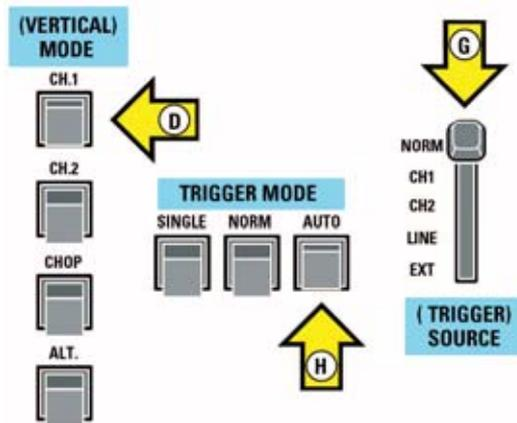

Fig.3 Hay que seleccionar CH1 en VERTICAL MODE (flecha D), AUTO en el selector TRIGGER MODE (flecha H) y NORMAL en el selector TRIGGER SOURCE (flecha G).
- Puesto que para esta medida normalmente se utiliza CH1 hay que presionar el pulsador CH1 de Vertical Mode (ver flecha D en la Fig.3).
- Poner el selector **Trigger Source** en la posición **Normal** (ver flecha **G** en la Fig.3).
- Presionar el pulsador **Auto** del selector **Trigger Mode** (ver flecha **H** en la Fig.3). En algunos osciloscopios se utiliza un **conmutador rotativo** o de **palanca**.
- D: Pulsadores VERTICAL MODE (ver Fig.3).
- G: Selector TRIGGER SOURCE. Ha de seleccionarse la posición Normal (ver Fig.3).
- H: Selector TRIGGER MODE. Ha de seleccionarse la posición Auto (ver Fig.3).